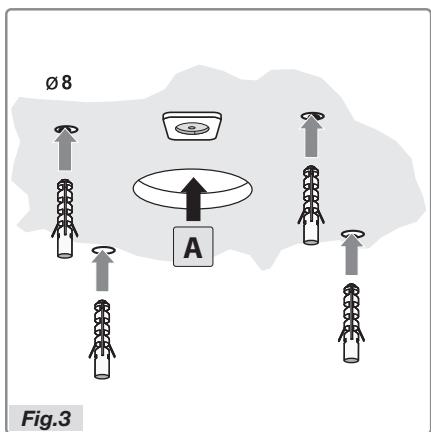

Fig. 3
- Créez l'ouverture d'évacuation d'air A (Fig.3).